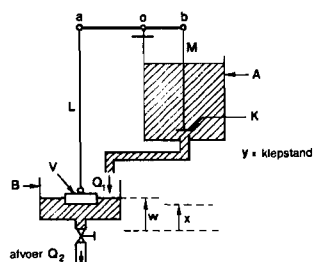

Fig. 1.13
2. Niveauregeling van Heron. Fig. 1.13